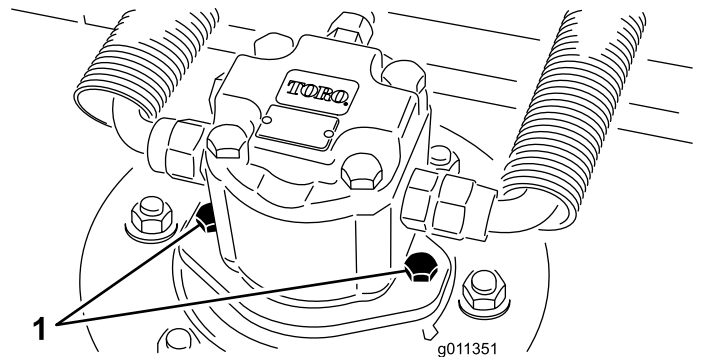

Figura 67
- Desconecte el motor hidráulico y retírelo de la carcasa (Figura 67). Tape la parte superior del eje para evitar la contaminación.
4. Instale el motor hidráulico en la carcasa (Figura 67). Asegúrese de que la junta tórica está correctamente colocada y que no está dañada.